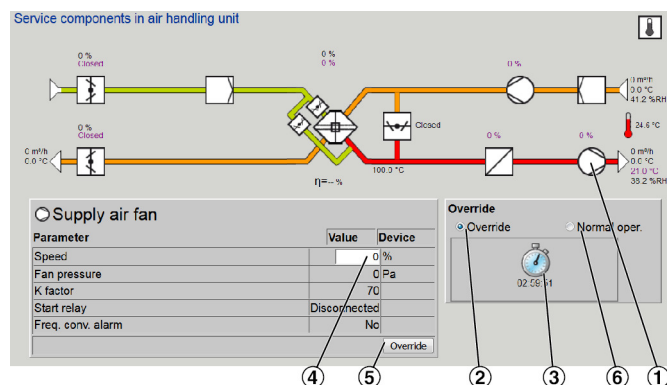

Рис. 39: Функция принудительного изменения режима
Используйте функцию «Override» (Рис. 39) при выполнении работ по обслуживанию или ремонту, для проверки корректности работы выходов. Функцию «Принудительной перезаписи» нельзя использовать при наличии активных аварийных сигналов.
2. ▶ Нажмите на компонент установки (Рис. 39/1), для которого вы хотите принудительно изменить настройки по параметру (напр., вентилятор вытяжного воздуха).
3. ▶ Нажмите на «Принудительная перезапись» (Рис. 39/2).
4. ▶ Нажмите на часы (Рис. 39/3) для установки времени.
5. ▶ Введите процент блокировки для скорости вентилятора вытяжного воздуха в поле ввода (Рис. 39/4).
6. ▶ Нажмите на «Принудительная перезапись» (Рис. 39/5).